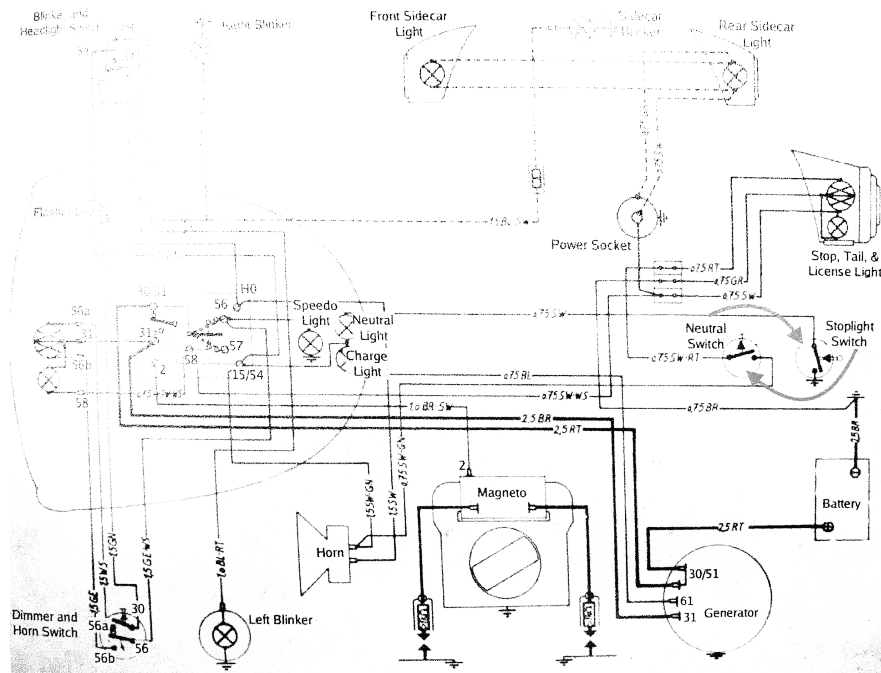

Abbildung 2 Originalschaltplan von der R69S.
**R69S** Bei der R69S wird der Magnetzünder nicht mehr benötigt. Von dort aus führt ein Kabel zum Scheinwerfergehäuse (Originalschaltplan Klemme 2, siehe Abbildung 2). Dieses kann man wiederverwenden zum Anschluß der Zündspule/ZDG3. Im Original verbindet dieses Kabel den Magnetzünder mit der Zündschloßplatine Klemme 2 und schließt die Zündspule kurz, wenn der Zündschlüssel gezogen ist. Dieses Kabel im Scheinwerfergehäuse von Klemme 2 auf Klemme 15/54 legen. Dann liegt an diesem Kabel nach Einschalten der Zündung die Bordspannung an.